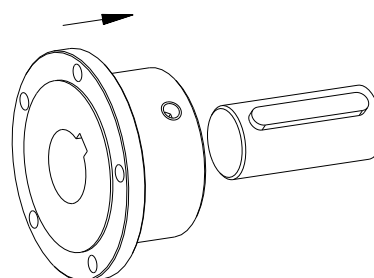

図 30: カップリングフランジの取付け
- カップリングフランジを駆動軸または従動軸に取付けて下さい。(図 30 をご参照)